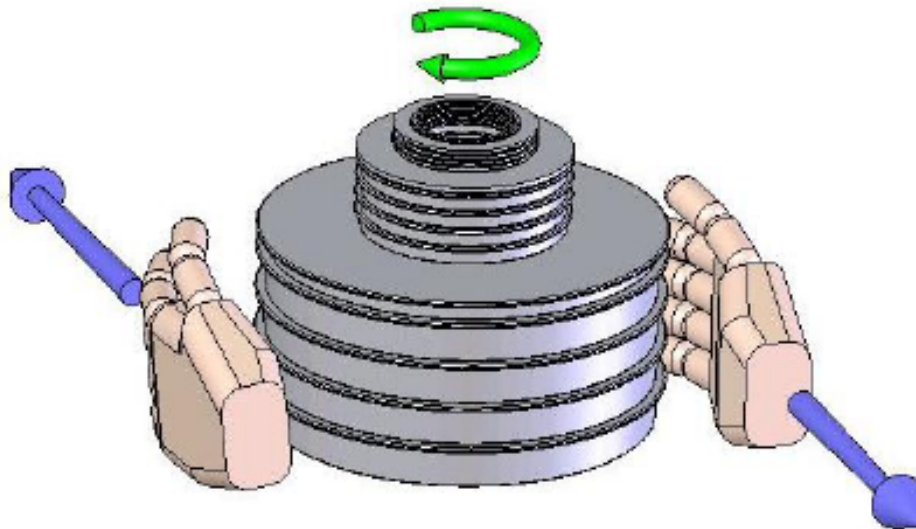

Figura 3-2. Rotación de pesos
6. Gire suavemente la pila de pesos en el sentido de las agujas del reloj, de tal forma que el giro se realice a entre 10 y 60 rpm aproximadamente. Evite las cargas laterales al girar los pesos. Para ello, coloque las palmas de las manos en cada lateral y "enrolle" la pila tirando en direcciones opuestas. Consulte la figura 3-2. **NO gire los pesos cuando el pistón se encuentre contra los límites superior o inferior de recorrido.**